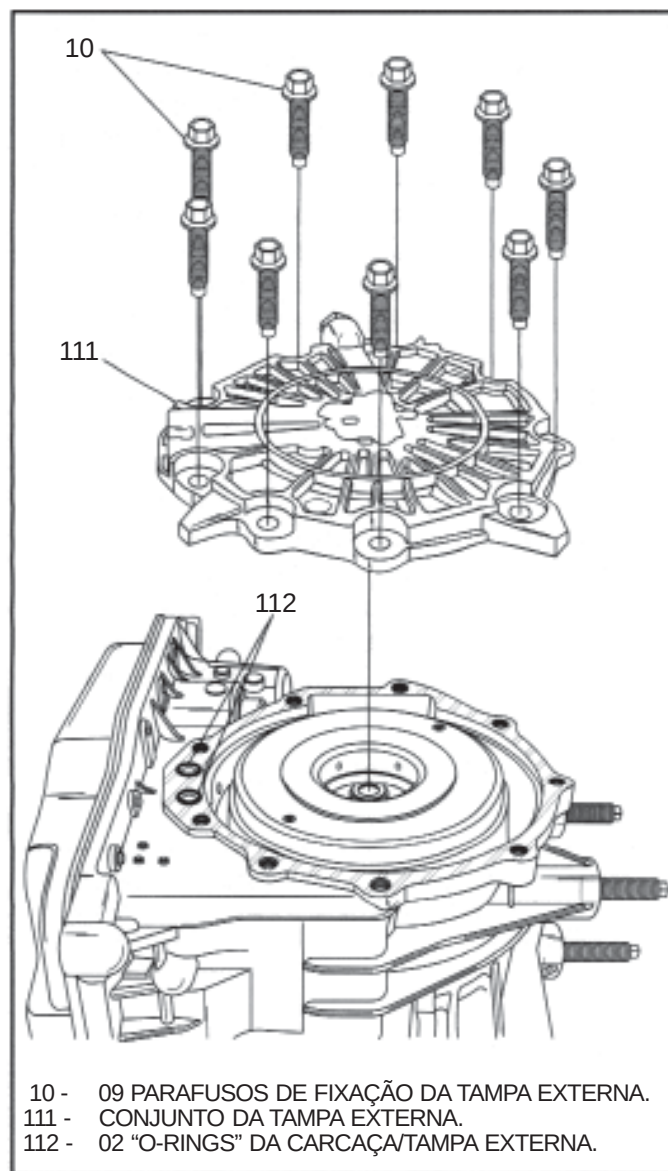

Figura 179
54. Instale na transmissão a tampa externa já montada, conforme ilustrado na Figura 179.
- Obs.: Certifique-se de que os "O-Rings" permanecem em seus lugares, conforme ilustrado na Figura 179.**
55. Instale na tampa externa os 9 parafusos, conforme ilustrado na Figura 179.